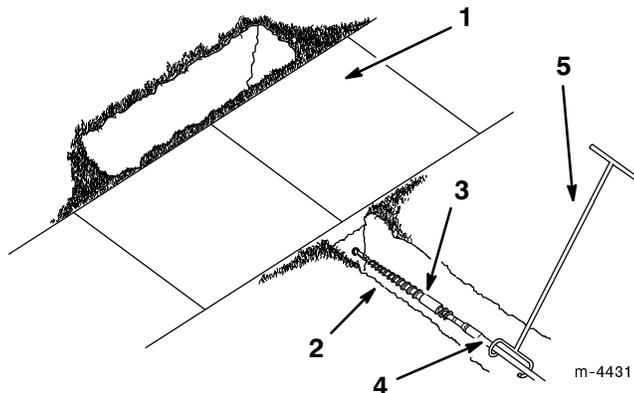

Abbildung 4
4. Das Bohrstangen-Führungswerkzeug unmittelbar hinter dem Bohrmeißel an der Bohrstange anbringen (Abb. 4).
5. Die Person, die den Bohrmeißel führt, stellt sich rechts neben den Graben (Abb. 4). Den Motor starten, das Pumpenwahlventil auf langsam (Schildkröte) stellen, den Gasregler auf die Mitte des Drehzahlbereichs schieben und den Zusatzgeräte-Hydraulikhebel nach hinten ziehen, um die Vorwärtsdrehung des Bohrmeißels zu starten.
6. Die Zugmaschine langsam vorwärtsbewegen, während die Person mit dem Bohrstangen-Führungswerkzeug den Bohrmeißel in den Boden führt (Abb. 4).